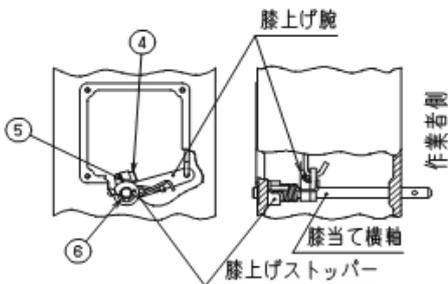

Fig.4
膝上げ腕締めねじ④(1ヶ所)、膝上げストッパー止めねじ⑤(1ヶ所)を緩めます。(Fig.4)
膝当て横軸の端部に付いているEリング⑥(1ヶ所)を外し、膝当て横軸を作業側に抜きます。この時、膝上げ腕、膝上げストッパー、膝上げばねが落ちないように、手で支えながら行ってください。(Fig.4)